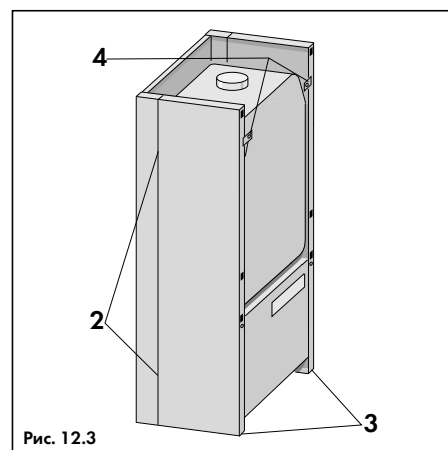

Рис. 12.3
- После снятия нижнего щитка в случае необходимости могут быть сняты боковые стенки облицовки, для этого ослабьте винты (4, рис. 12.3), вывинтите винты (3, рис. 12.3) и выведите фиксирующие скобы из зацепления со стенками. Сдвинув боковые стенки облицовки вверх, снимите их с пластиковых крючков (2, рис. 12.3). Установка боковых стенок облицовки производится в обратном порядке;